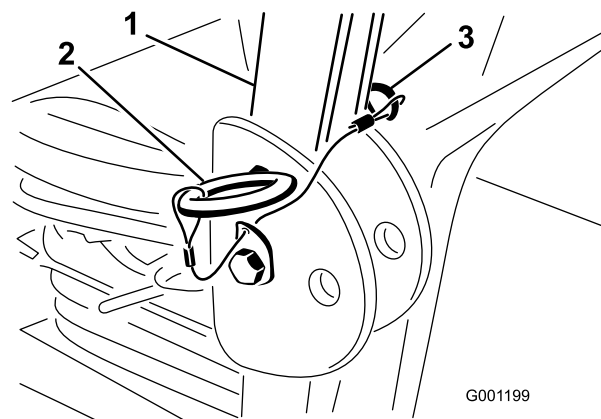

図 30
1. ROPSバーを降ろすには、ヘアピンコッターを外して、ピン2本を抜き取る図 30。
3. ピン2本を取り付け、ヘアピンコッターで固定する図 30。
- ROPSバーを立てるには、ヘアピンコッターを外して、ピン2本を抜き取る 図 30。
- 横転保護バーを立て、ピン2本で固定し、ピンが外れないようにヘアピンコッターで固定する 図 30。